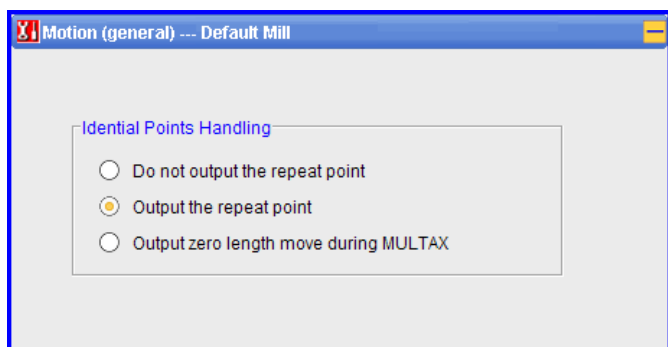

图 9.2.18 “Motion(general)”对话框
- **General** : 一般选项, 其页面如图 9.2.18 所示。 **Identical Points Handling** 表示对同一点的处理方法, 其中选中 ☐ **Do not output the repeat point** 单选项便是不输出同一点; 选中 ☒ **Output the repeat point** 单选项表示输出同一点; 选中 ☐ **Output zero length move during MULTAX** 单选项表示在多轴时输出 0 长度。